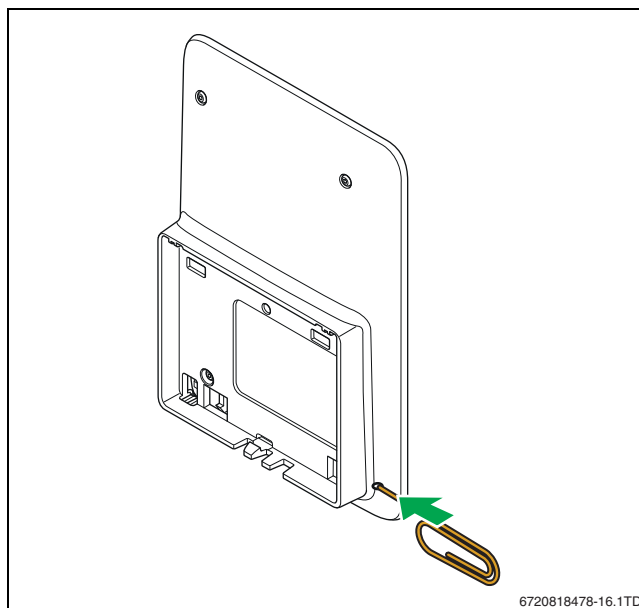

Fig. 19 Reset
- ▶ Premere il tasto «Reset» (→ Fig. 19) per alcuni secondi. **Attenzione!** In questo caso vengono eliminate tutte le impostazioni personalizzate e si deve generare di nuovo la connessione Wi-Fi.